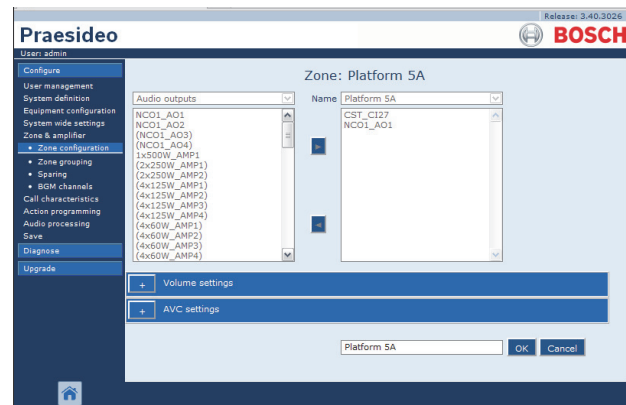

abbildung 46.8: Zone umbenennen, Schritt 3
- 3 Klicken Sie auf die Schaltfläche *Rename*, um diese Zone umzubenennen. Es erscheint ein Bildschirm, der dem in abbildung 46.8 ähnelt.